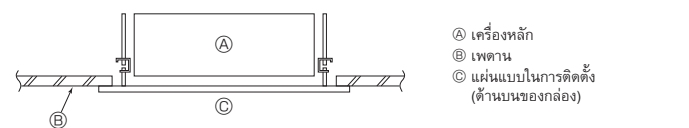

Fig. 3-7
- ให้แน่ใจว่า A อยู่ในช่วง 17-22 มม. หากไม่อยู่ในช่วงนี้อาจทำให้เกิดผลเสียได้ (Fig. 3-7)